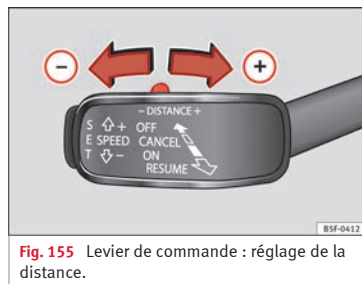

Fig. 155 Levier de commande : réglage de la distance.
- Pour indiquer la distance actuellement programmée, appuyez brièvement sur la commande à bascule » **fig. 155**.